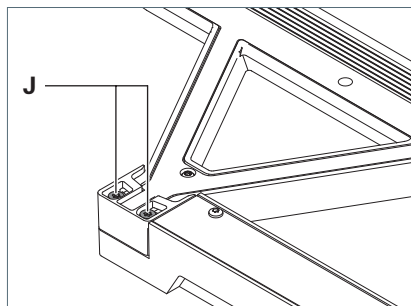

Fig. 19: Regolare la testa dell'apparecchio.
1. Per abbassare una testa dell'apparecchio, ruotare le viti **J** in senso antiorario, vedere Fig. 19.